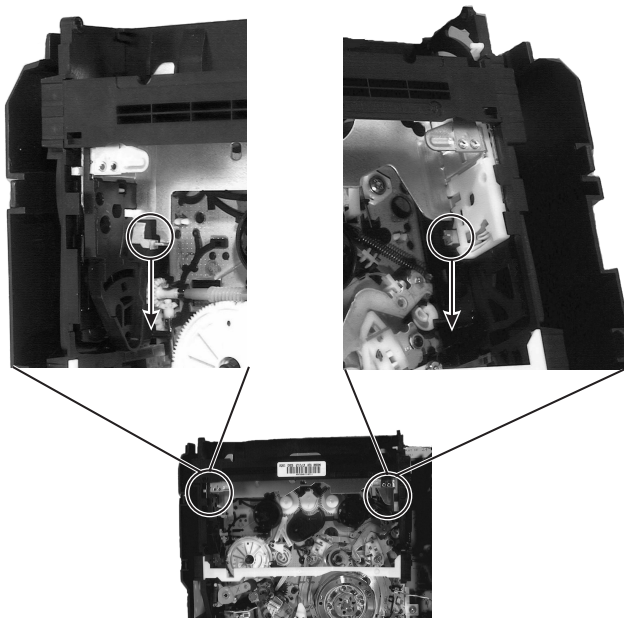
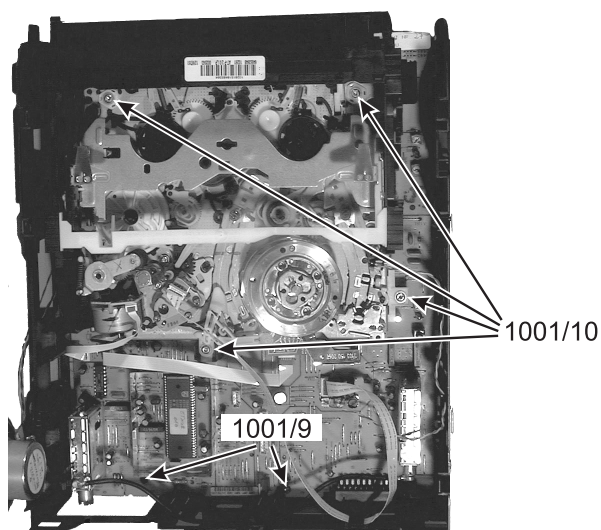

Figura 4-5
Figura 4-6
10. Per rimuovere l'unità deck-scheda principale dal telaio, togliere le 6 viti 1001/9 e 1001/10 (vedi figura 4-6). Per fare questo occorre spingere indietro il lift di 5 cm, dopo aver sbloccato i due fermi (vedi figura 4-5).